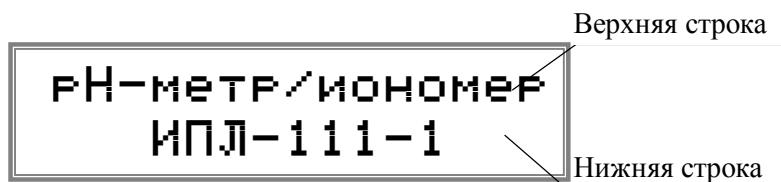

Рис.2. Вид индикатора.
3.1.3. Индикатор (рис.2) расположен слева на лицевой панели прибора и предназначен для вывода информации. Индикатор представляет собой жидкокристаллический алфавитно-цифровой дисплей с подсветкой.